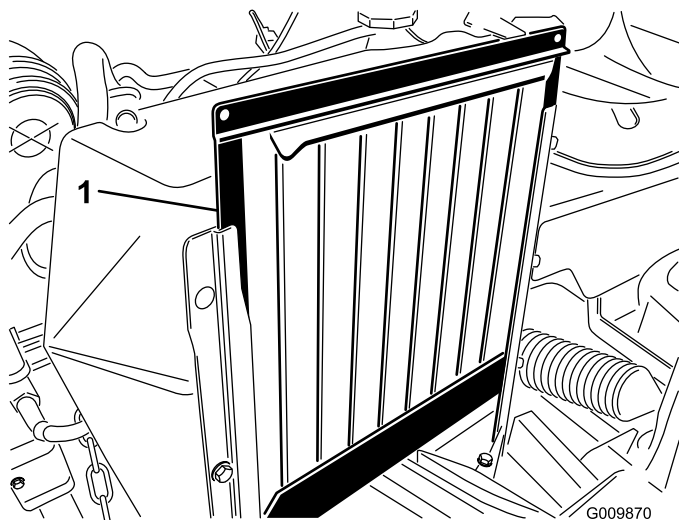

Figura 53
1. Retire o painel do radiador e limpe-o e retire os detritos (Figura 53).